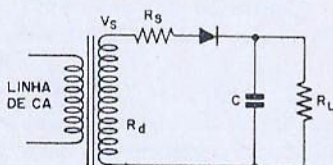

Figura 2
Quando W_t fôr grande demais para um determinado diodo, deve-se reduzi-lo, e a maneira mais fácil de fazê-lo é introduzir um resistor no circuito, como é mostrado na figura 2. A expressão da resistência total de amortecimento é dada por (3).
- 1) Na figura 2, sendo: